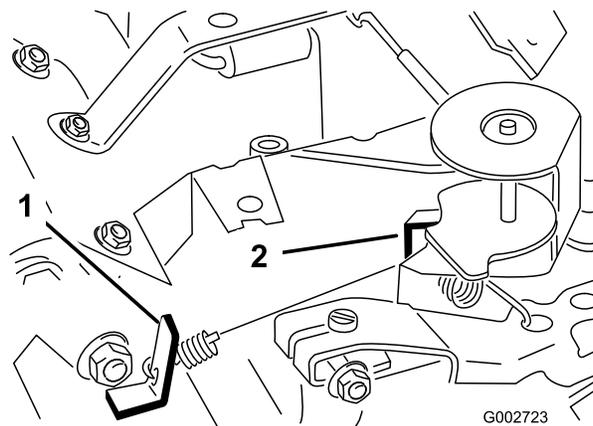

Figura 39
3. Dobre o batente da mola de velocidade intermédia (Figura 39) até obter uma velocidade de 1725 ± 50 rpm.
6. Dobre o batente da mola de alta velocidade (Figura 39) até obter uma alta velocidade de 3400 ± 50 rpm.